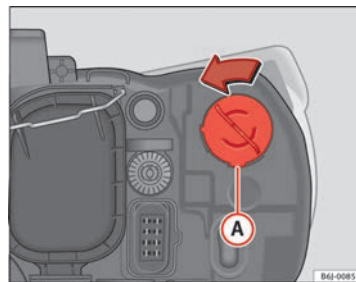

Fig. 155 Luz indicadora de mudança de direcção ►
- Rode o porta-lâmpadas ⇒ Fig. 155 A para a esquerda e puxe.